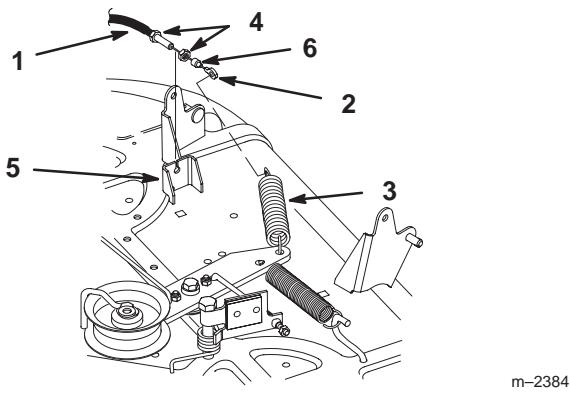

Bild 38
- 10.** Lösen Sie das Ringende des Zapfwellenantriebskabels (ZWA) von der Spannscheibenfeder (Bild 38).
- 12.** Schieben Sie das Kabel von der Halterung (Bild 38).